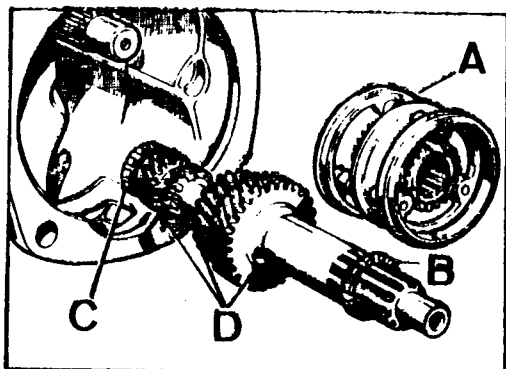

Fig. C-90 Eje intermediario y sincronizador
- 1.2. Retirar del eje principal el mecanismo de sincronización, A (Fig. C-90) de 3ª y 4ª y sacar de la caja el eje intermediario.
- 3.1. Instalar el cojinete trasero en el eje intermediario (Fig. C-90).